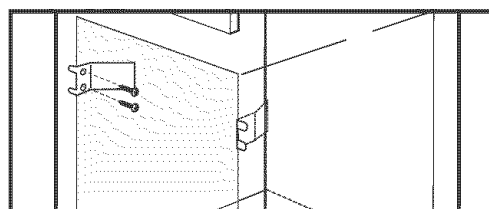

Figura 4
2. Instale los soportes de montaje como en la figura 4. **Nota:** Para prevenir cualquier tipo de daño al gabinete es recomendable perforar agujeros con un diametro de 1/16" (0,16cm) antes de instalar los soportes de montaje.